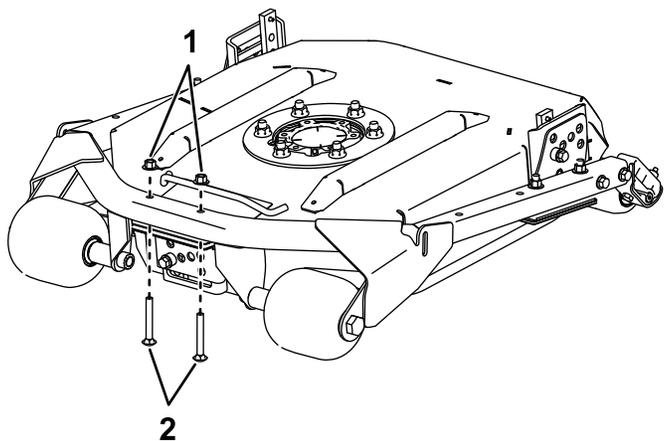

Рисунок 1
1. Снимите имеющиеся крепежные детали с передней части деки газонокосилки (Рисунок 1). Сохраните гайки для установки на более позднем этапе.